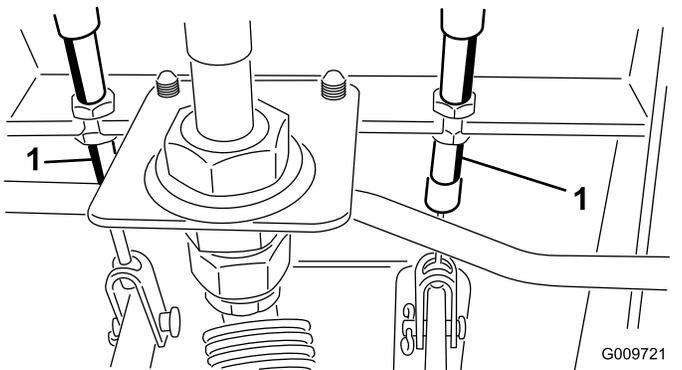

Figure 97
- A. Desserrez l'écrou avant sur l'extrémité fileté du câble de frein (Figure 97).